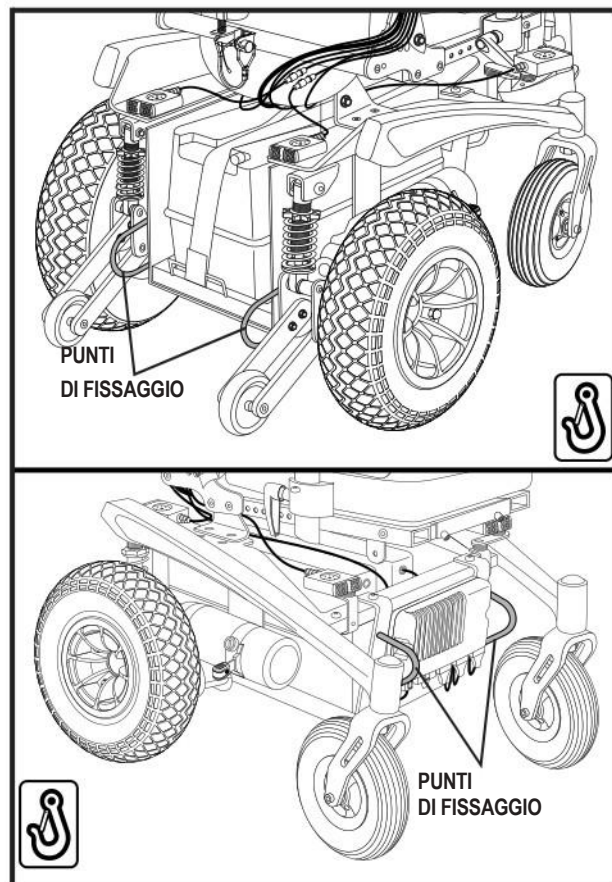

Figura 9. Punti di fissaggio del sistema di transito
- Unire le quattro fascette di fissaggio solamente ai punti appositamente studiati e contrassegnati per il transito, indicati da simboli ad ancora sulla carrozzina. **Vedere figura 9 e 10.**